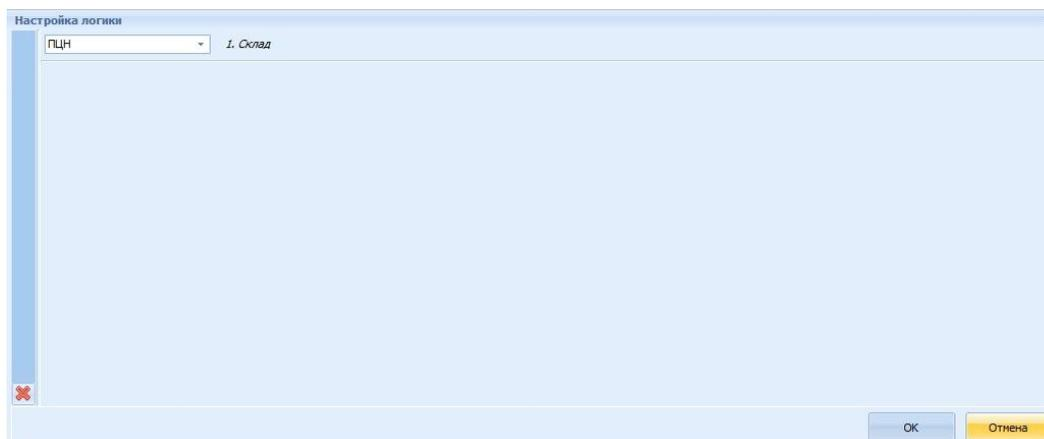

Рис. 12 Окно **Настройка логики** специального сценария
- в следующем поле выбрать охранную зону или группу зон (Рис. 12).